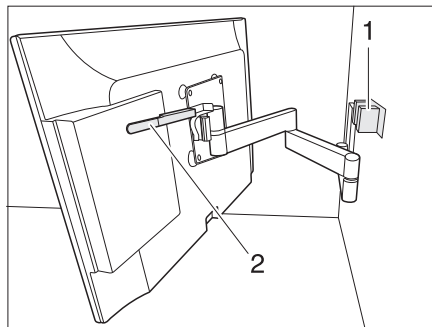

Bild 59 Fäste med ledad arm
- Tryck spaken (Bild 59,1) nedåt för att lossa den platta bildskärmen ur spärren (Bild 59,2). Släpp spaken.